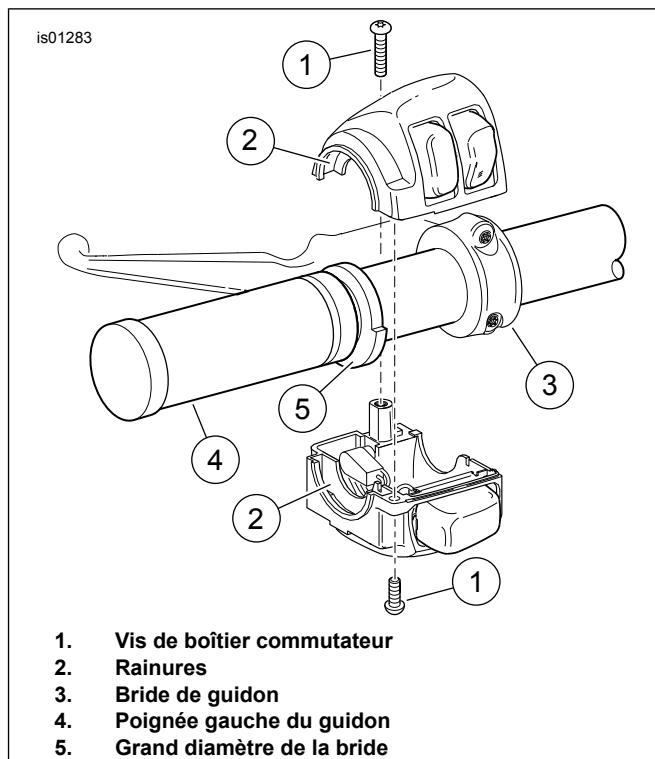

Figure 4. Boîtier commutateur de gauche du guidon
3. Voir Figure 4 . Placer la poignée chauffante de gauche (4) de façon à ce que la partie de grand diamètre de la bride (5) soit en bas. Pousser complètement la poignée sur le guidon.
4. Placer le boîtier commutateur inférieur sous la poignée de sorte que les rainures (2) sur le côté extérieur du boîtier commutateur s'ajustent sur la bride à l'extrémité de la poignée.
14. Se reporter à Figure 4, qui illustre le montage similaire du commutateur de gauche. Placer le boîtier commutateur inférieur sous la poignée de sorte que les rainures (2) sur le côté extérieur du boîtier commutateur s'ajustent sur la bride à l'extrémité de la poignée.